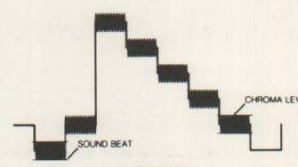

Fig. 7.3
- Stel de AFA spoel L711 zodanig in dat de interferenties minimaal zijn (zie Fig. 7.3).